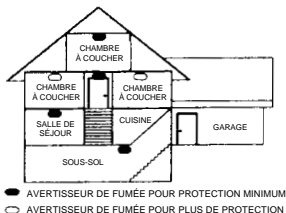

Figure 6
- Placez un avertisseur de fumée à chaque étage d'une résidence à plusieurs étages y compris au sous-sol. *Voir figure 6.*